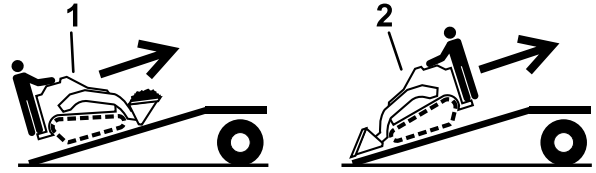

Figura 19
5. Cargue la máquina en el remolque por la rampa con el extremo más pesado hacia arriba, y la carga en la posición más baja posible (Figura 19).
1. Baje la rampa (Figura 19).